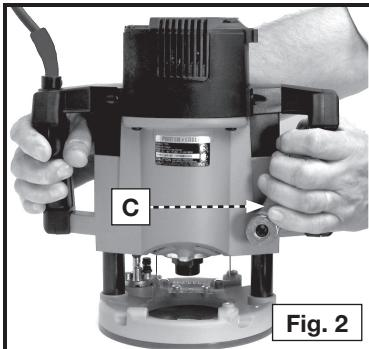
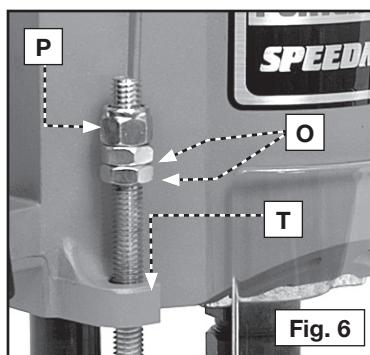

Fig. 2
Fig. 6
2. Relâchez le mécanisme de plongée en tirant le levier de blocage (C) Fig. 2 vers la gauche, et abaissez le mécanisme de plongée jusqu'à ce que la mèche de toupie fasse tout juste toucher à la surface de travail. Relâchez le levier et poussez vers la droite pour bloquer le mécanisme à cette position.
6. Dans certaines applications, il peut être désirable de limiter la course vers le haut du mécanisme de plongée. Ceci peut être réalisé de la manière suivante : (1) relâchez le blocage de plongée en déplaçant le levier de blocage de plongée (C) Fig. 2 vers la gauche, et déplacez le moteur jusqu'à la hauteur maximale désirée ; (2) relâchez le levier de blocage et poussez le levier vers la droite afin d'assujettir le moteur à cette position ; (3) utilisez deux clés à molette de 9/16 po (non fournies) pour déplacer les écrous limiteurs de course (O), Fig. 6, contre le dessus de l'ergot (T), Fig. 6, du carter du moteur, et calez les écrous ensemble pour bloquer.
**ATTENTION** NE TENTEZ PAS d'accroître la course de la plongée en réajustant l'écrou de butée (P) Fig. 6. Un accroissement de la course au-delà de 3 po peut causer un blocage du mécanisme.